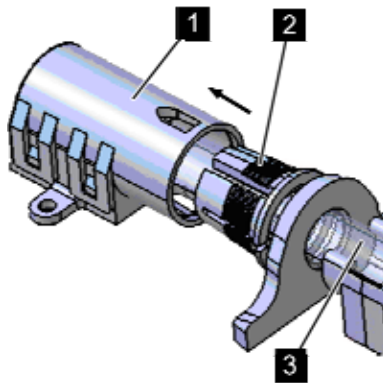

Abb. 5: Spannhülse in LED-Einheit einschieben
6. Schieben Sie die Spannhülse (Abb. 5/2) vorsichtig in die jeweilige LED-Einheit (Abb. 5/1), bis der Lichtleiter (Abb. 5/3) fest in der LED-Einheit sitzt (Abb. 5/Pfeil). Stellen Sie dabei sicher, dass die bedruckte Reflektorfläche zur Befestigungsebene zeigt.